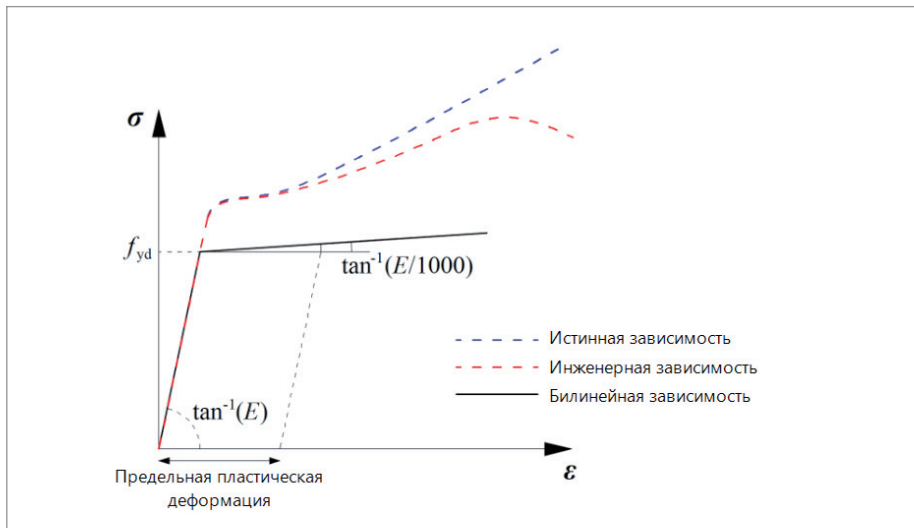

Рис. 6. Диаграммы работы стали в численных моделях
- **Модель материала.** Для описания поведения материала, как правило, применяются следующие модели: упруго-идеально-пластическая, идеально-упругая с упрочнением и истинная зависимость напряжений от деформации. В IDEA StatiCa для стали используется диаграмма Прандтля (показана черным цветом на рис. 6) с небольшим наклоном вверх ветви, отвечающей за текучесть. Критерий наступления предельного состояния связывается с достижением главной продольной деформации максимальной величины.